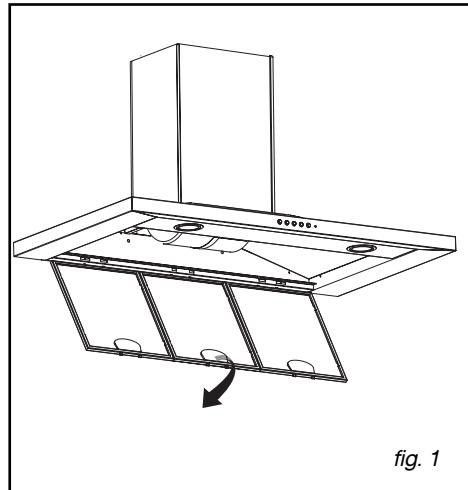

fig. 1
• Desmontaje del filtro modular (fig. 1)